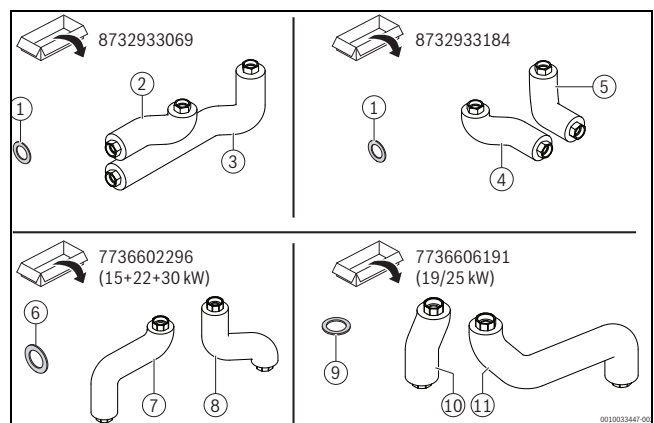

Bild 3 Optionale Rohrgruppen
Die Rohrgruppe HF-Set HYC40 als zentrale hydraulische Komponente ermöglicht in Verbindung mit weiteren optionalen Rohrgruppen (→Bild 3) den Anschluss einer Wärmepumpen-Außeneinheit an einen konventionellen bodenstehenden Wärmeerzeuger.
- Rohrgruppe zum Anschluss der Heizkreis-Sets (→Bild 3, [6 – 11]).
- Rohrgruppe zur seitlichen Anbindung der Wärmepumpe (links, rechts oder nach hinten), je nach Installationsvariante; →Bild 3, [1 – 5]).